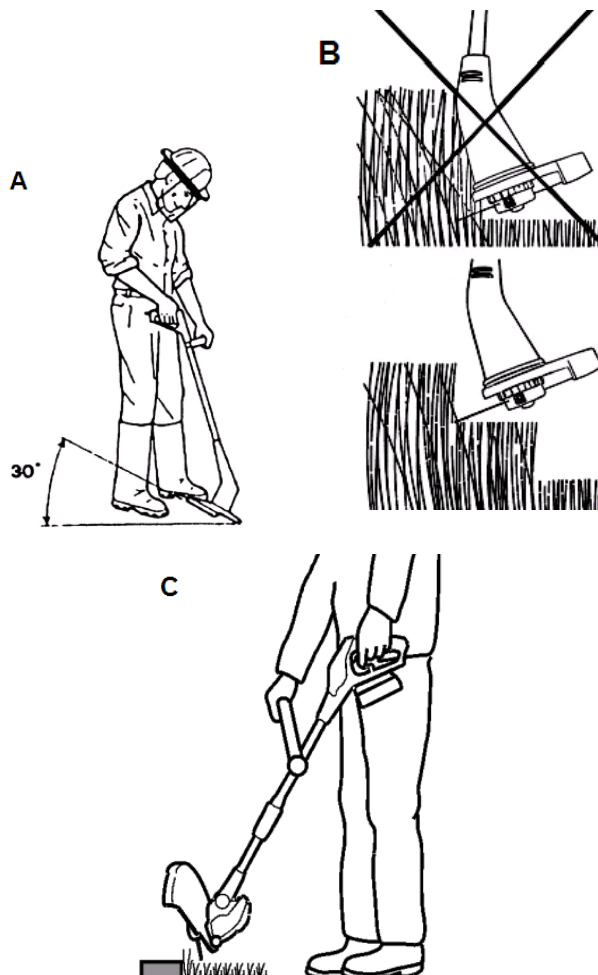

Рис.5
1. Для более эффективной работы удерживайте триммер под углом примерно 30° (Рис.5А).
2. Высокую траву скашивайте в несколько приемов (Рис.5В).
3. Для подрезания краев газона триммерную головку можно повернуть на 180° (Рис.5С). Для этого снимите аккумулятор с триммера, нажмите кнопку (7) Рис.1 и поверните триммерную головку вместе с двигателем, затем зафиксируйте кнопку.